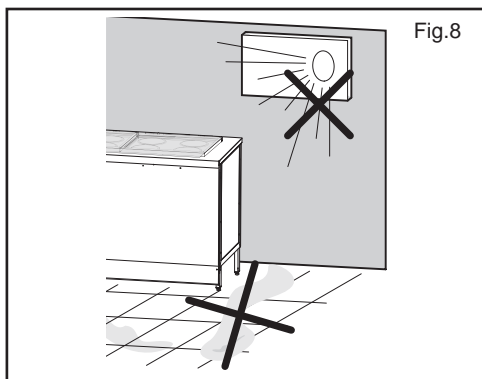

Fig.8
- non sia esposta direttamente ai raggi del sole (fig.8);